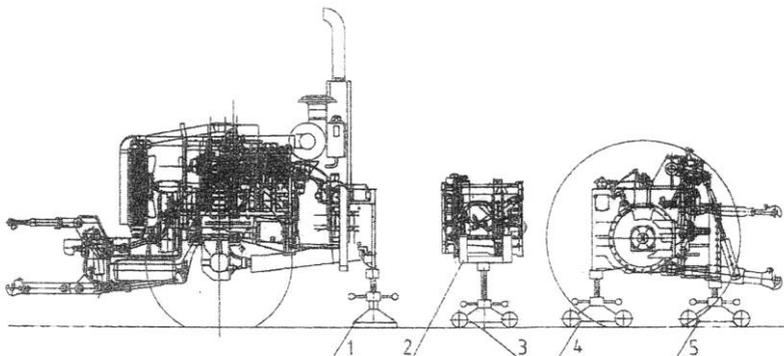

Рисунок 3 - Демонтаж коробки передач
- установите опору винтовую 1 под корпус муфты сцепления до полного контакта (рисунок 3);